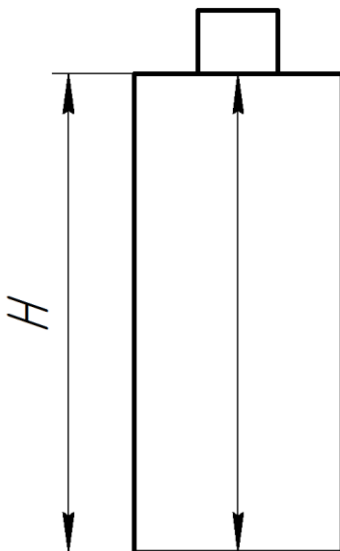

Рисунок 2.64 – Установка преобразователя на образец
3. Установить преобразователь, через слой контактной жидкости, на поверхность с известной толщиной (рис. 2.64).